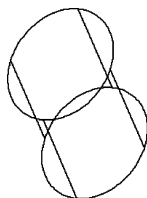

图 12-7 椭圆
(2) 椭圆 (E): 绘制椭圆圆柱体。其中端面椭圆绘制方法与平面椭圆一样, 结果如图 12-7 所示。